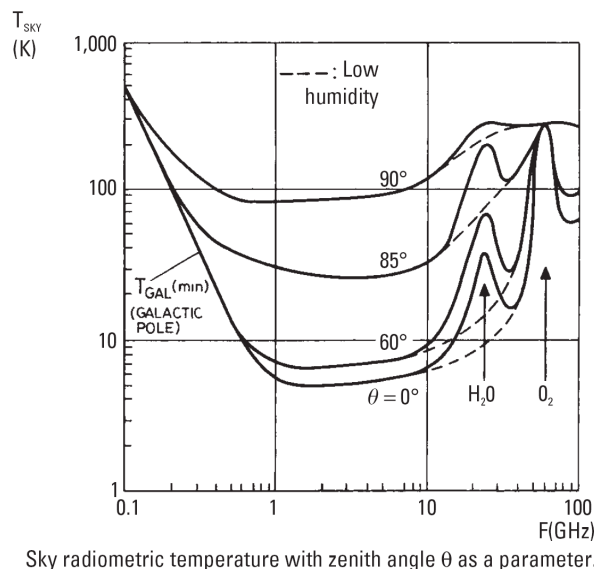
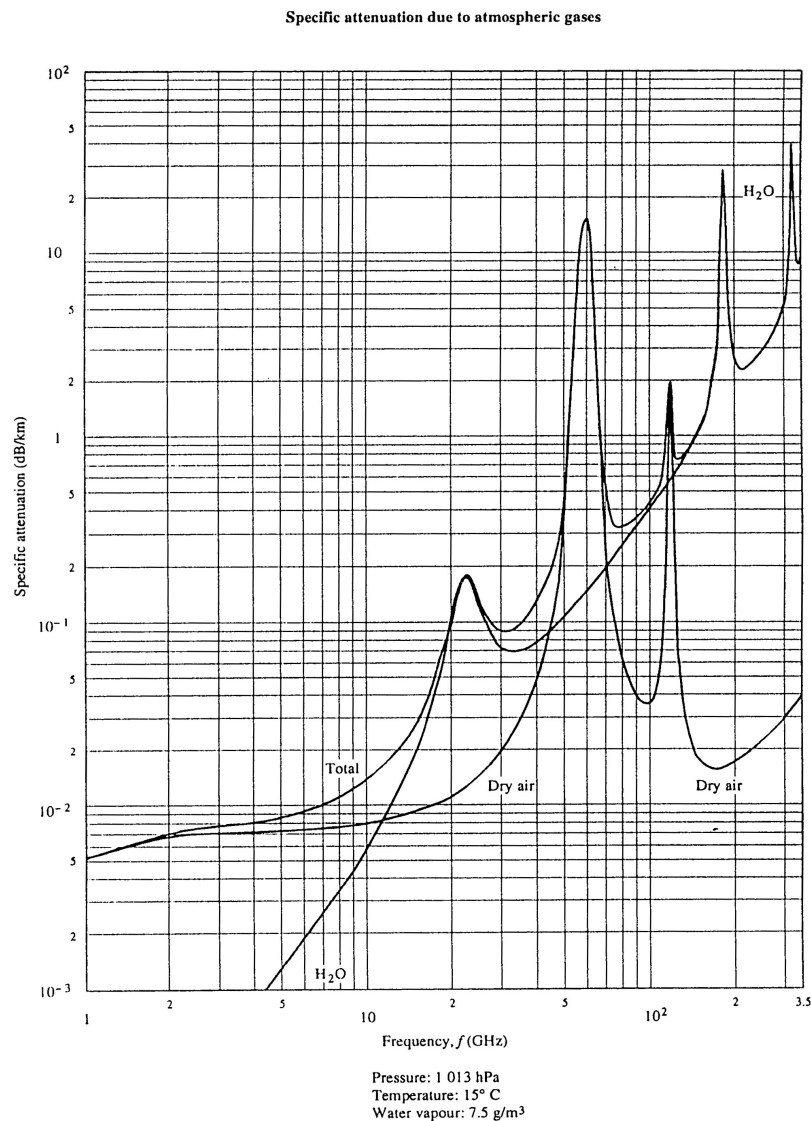

Fig. 1: Température de brillance du ciel en fonction de la fréquence et de l'angle d'élévation de l'antenne.
Fig. 2: Atténuation du fait des propriétés d'absorption du gaz présent dans l'atmosphère.
température à très faible bruit (en raison du rayonnement fossile environ 3 K), en général de l'ordre de 6 à 10 K (le ciel froid) qui correspond à la plus basse température mesurable à partir de l'instrument et prend en compte les pertes instrumentales (Fig.1), si l'antenne est orientée vers une région de ciel clair et sec, où les sources de radio sont absentes (atmosphère claire, avec l'absorption atmosphérique négligeable - la figure 2.). Si l'orientation de l'antenne est maintenue à 15°-20° au-dessus de l'horizon, loin du Soleil et de la Lune, nous pouvons supposer une température d'antenne entre quelques degrés et quelques dizaines de degrés (dû principalement à ses lobes secondaires). En pointant l'antenne vers le sol, la température monte à des valeurs de l'ordre de 300° K aussi fonction des lobes secondaires.
***BASE_REF*:** Valeur 16 bits [0 ÷ 65535] proportionnelle à la tension de référence V_{ref} (Fig. 2) permet de définir un décalage la ligne de base radiométrique. Il peut automatiquement ajuster la valeur de *BASE_REF* lors de la procédure d'étalonnage *CAL* (*commande=20*) afin de positionner le niveau du signal acquis de base (qui correspond à "zéro") dans le milieu de l'échelle de mesure. Ce paramètre peut être sauvegardé dans la mémoire interne du processeur en utilisant la *commande=15*.